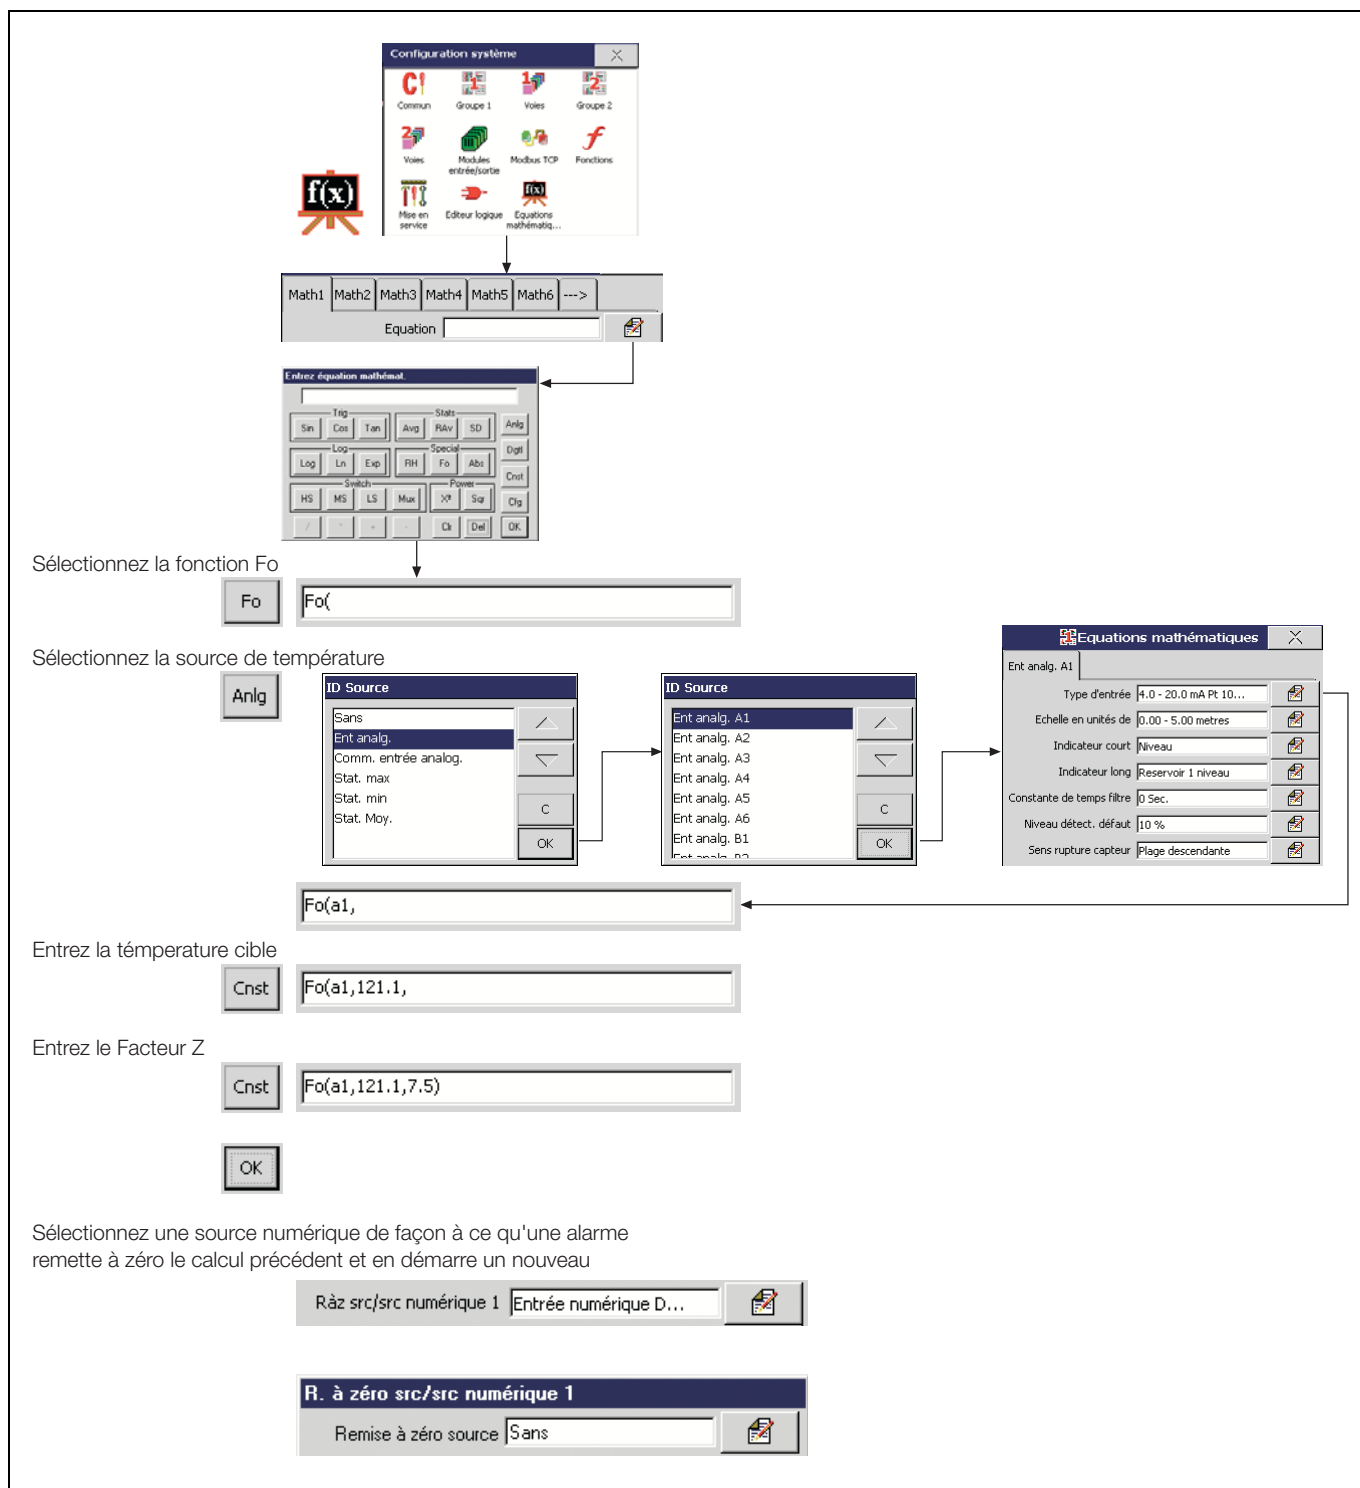

Fig. 2.8 Calcul de la valeur F de stérilisation
2.9.5 Calcul de la valeur F de stérilisation – Fig. 2.8